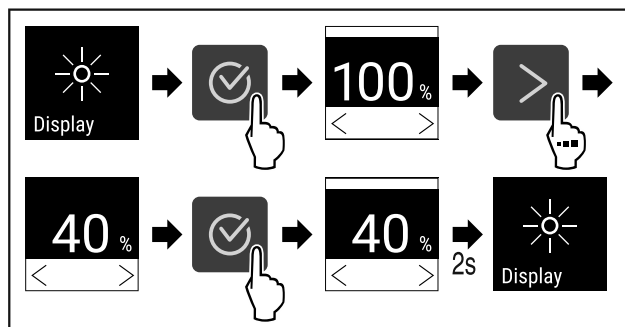

Fig. 81
- ▶ Vykonať kroky akcie (pozri Fig. 81).